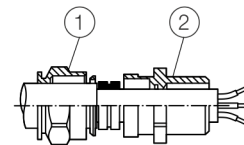

Abbildung 2: Kabelverschraubungen anziehen
Die IP-Schutzart IP66 / 67 wird nur durch Montage des schwarzen Neoprendichtringes zwischen Kabelverschraubung und Gehäuse sowie Einhaltung des Anzugsdrehmoments von 3,6 Nm (**Abbildung 2**, Pos. ②) erreicht.
5. Kabelverschraubung anziehen, bis das Kabel fest von dem Dichtungsring umschlossen ist (**Abbildung 2**, Pos. ①). Am Gehäuse nicht mehr als auf das 1,5-fache des angegebenen Drehmoments (siehe Montagehinweise der Kabelverschraubung) festziehen!